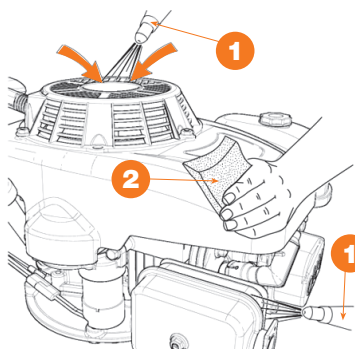

Рис. 23
- С помощью струи сжатого воздуха 1, удалить с глушителя и его защиты любой горячий мусор и грязь (Рис. 23).